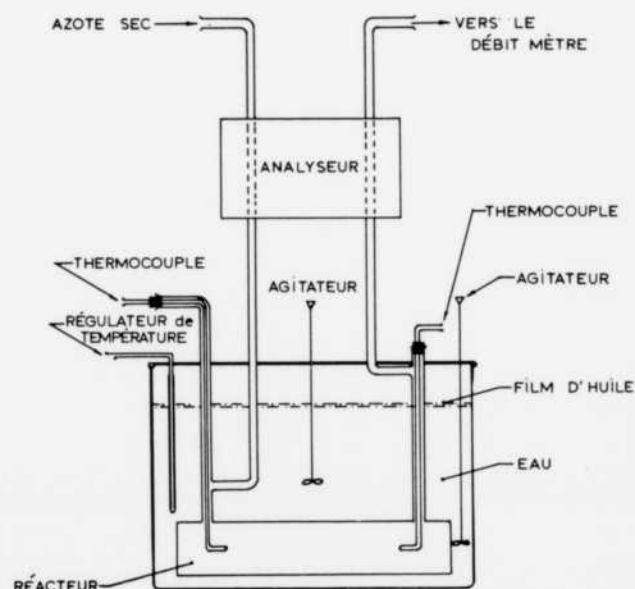

FIGURE 1
La figure 1 schématise l'appareillage utilisé dans le cas d'éluion par un gaz sec. Les différentes parties du montage sont semblables à celles utilisées par (4). Les signaux fournis par la cellule d'analyse par conductibilité thermique et par le thermocouple sont successivement mesurés par un enregistreur potentiométrique (Leeds and Northrup Speedomax H).